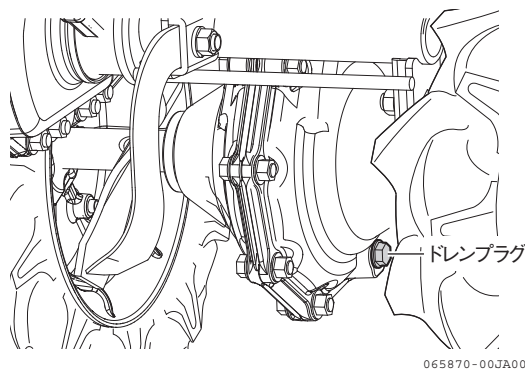

図 4-19 交換のしかた（ドレンプラグ）
4. ドレンプラグを工具（12 mm）で外します。古いミッションオイルが流れ出てきます。(図 4-19)